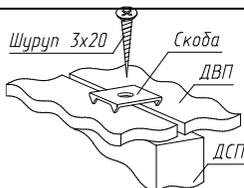

Рис.3
3. Закрепить задние стенки из ДВП гвоздями Ø1,2x20 по периметру с шагом 100мм и по углам шурупами Ø3x20, скрепками (рис. 3) и шурупами Ø3x20 в местах стыка на полках. Между собой задние стенки (поз.13 и поз.15) стыкуются соединительным брусом (рис.3).